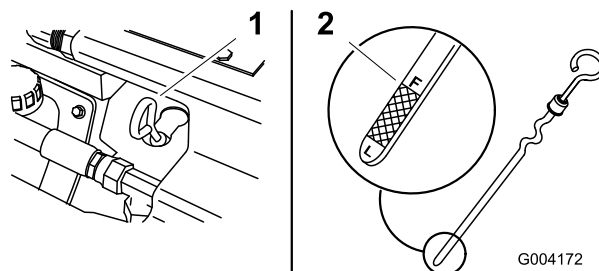

Рисунок 15
4. Очистите область вокруг отверстия для измерительного щупа (Рисунок 15).
5. Вытяните масломерный щуп и вытрите металлический конец на чисто (Рисунок 15).
6. Вставьте шуп в масломерную трубку до упора (Рисунок 15).